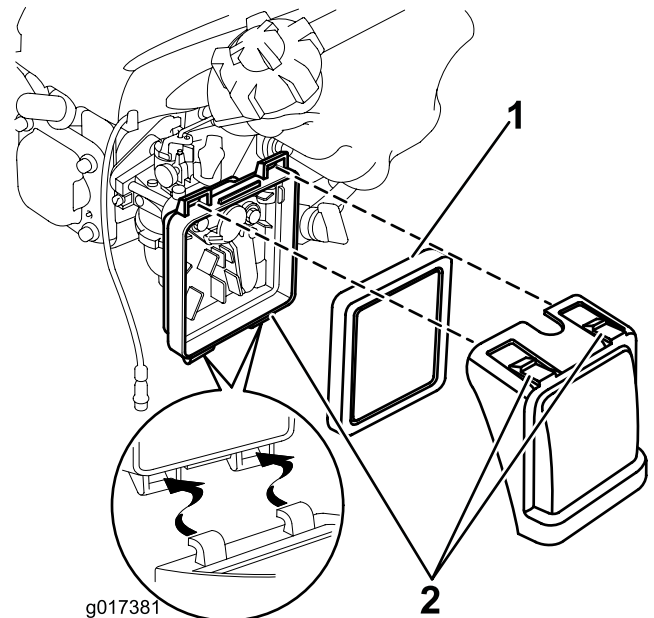

Figura 18
1. Presione hacia abajo los cierres de la parte superior de la tapa del filtro de aire (Figura 18).
2. Abra la tapa (Figura 18).
3. Retire el filtro de aire (Figura 18).
6. Inserte el filtro de aire en el cuerpo del filtro de aire (Figura 18).
7. Coloque la tapa (Figura 18).